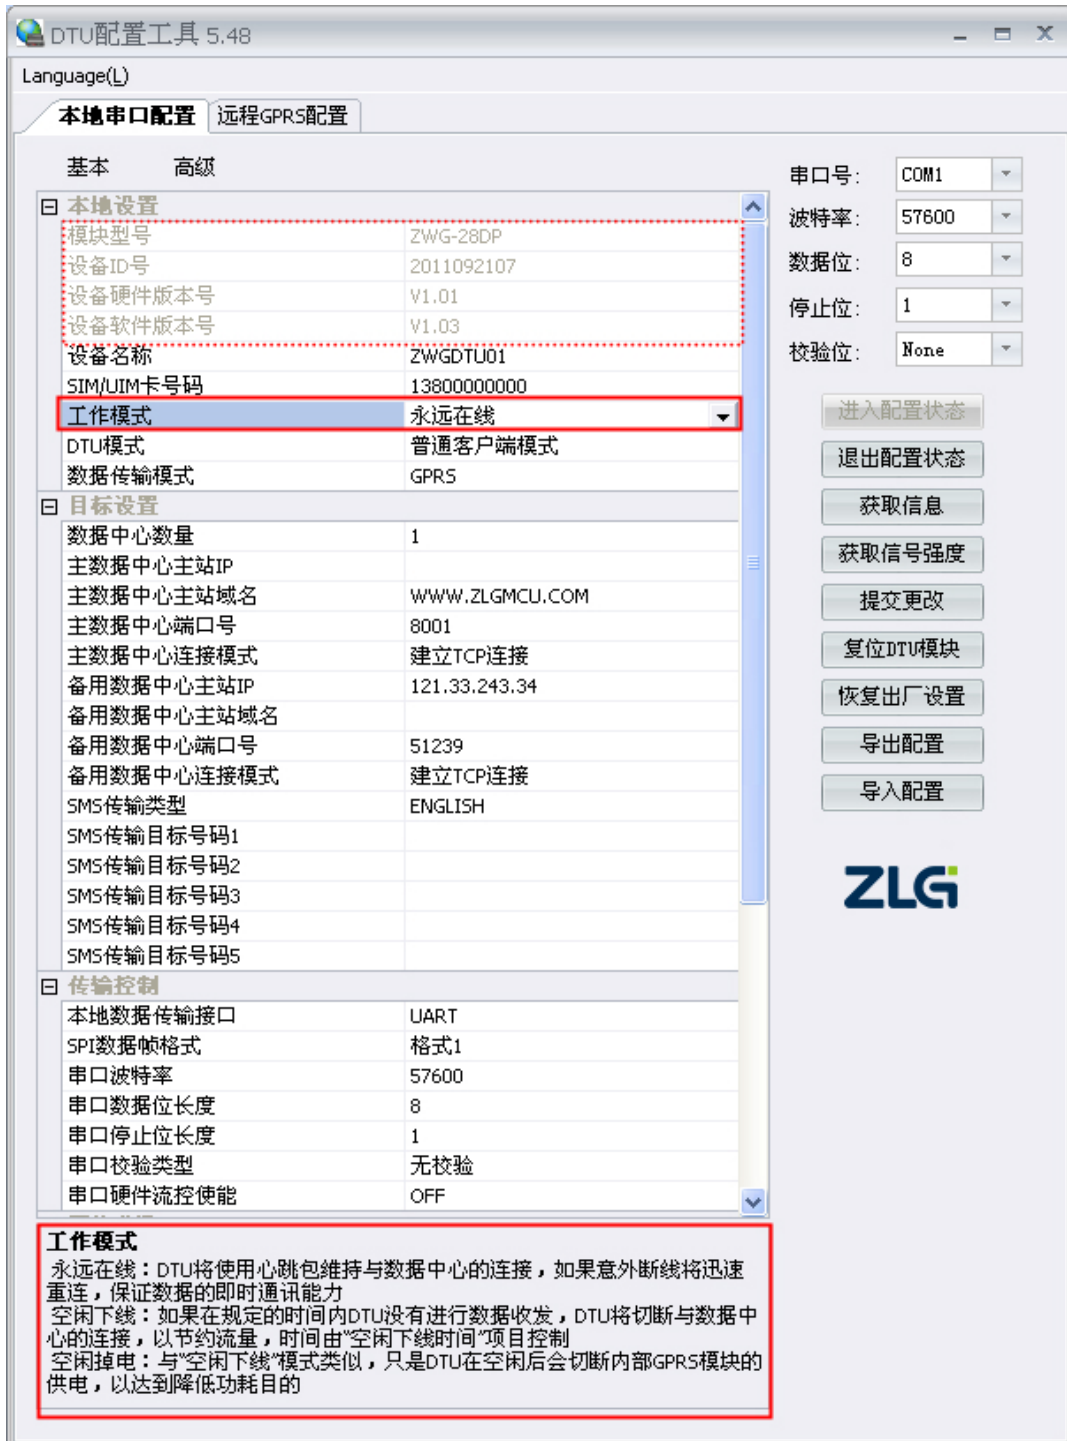

图 2.4 配置界面
2. 单击【获取信息】，界面出现设备当前的配置信息，如图 2.4 所示，用户根据实际更改各个配置；